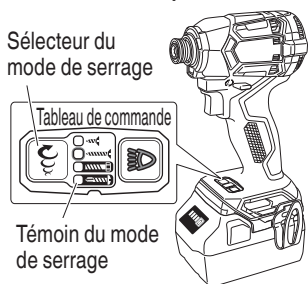

Fig. 16
9. Fonction du sélecteur de mode de serrage (Fig. 16)